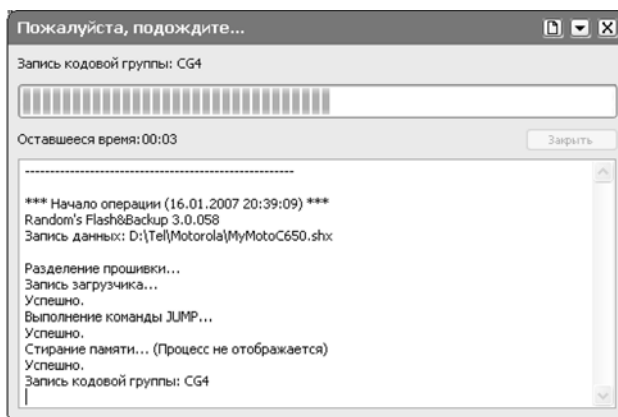

Рис. 2.23. Запись данных
5. Нажимают кнопку «Запись данных», после чего на экран будет выведено диалоговое окно, отображающее ход процесса программирования Flash-памяти телефона (рис. 2.23).
6. По окончании процесса программирования телефона нажимают кнопку «Закрыть» диалогового окна, приведенного на рис. 2.23.